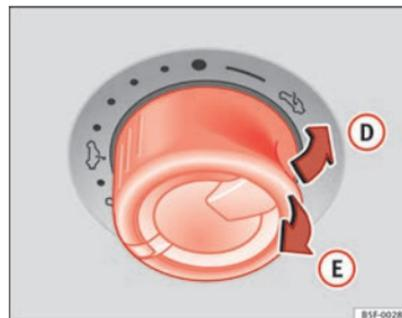

Fig. 60 En el revestimiento interior del techo: pulse el conmutador y tire de él para levantar y cerrar el techo.
⇒ fig. 60
- Durante los 5 segundos siguientes tras dispararse la función antiaprisionamiento, mantenga el mando tirado hacia atrás ⇒ fig. 60 (flecha ⑤) hasta que el techo panorámico corredizo quede completamente cerrado.